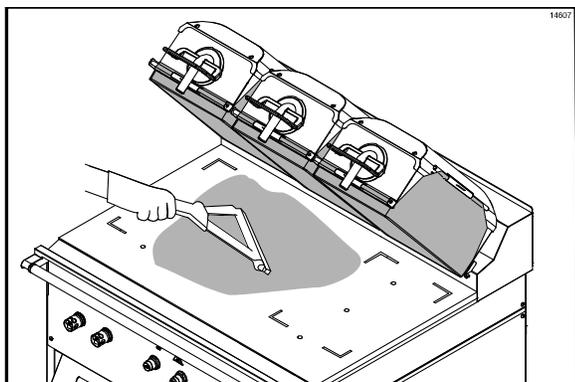

Figura 73
48. Use un escurridor limpio para extender las hojuelas por la zona de cocinado. (Vea la figura 73.)